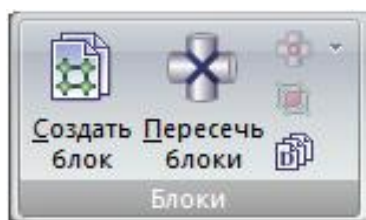

Рис. 47. Панель **Блоки**
- **Блоки** (рис.47) – операции по созданию и работе с блоками, а также по выделению узлов и элементов, образовавшихся в результате пересечения;
Панель **Блоки** (рис.47) содержит следующие команды: